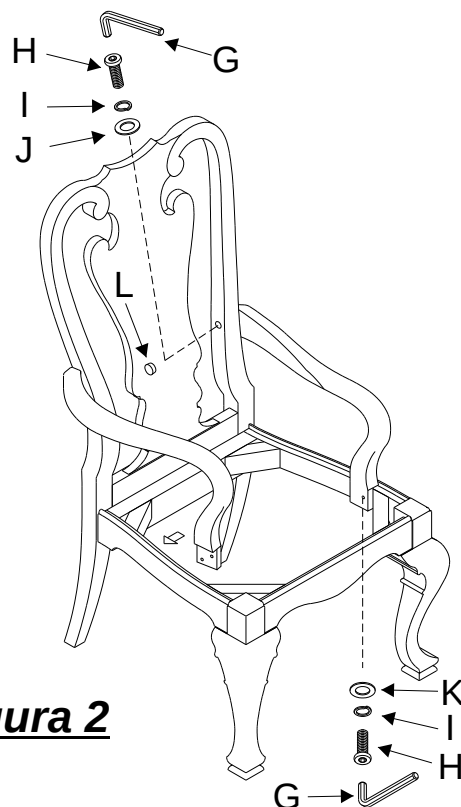

Figura 2
3. Si tienen un sillón, sujetar lo bajo del brazo al **Asiento** con los **Tornillos (H)** antemano equipados con una **Arandela de Parada (I)** y una **Arandela de Parada (J)**. Apretar con el **Jalón Allen (G)**. Véa **Figura 2**.
4. Sujetar lo alto del brazo al **Respaldo** con un **Tornillo (H)** antemano equipado con una **Arandela de Parada (I)** y una **Arandela Plana (J)** por cada uno brazo. Apretar con el **Jalón Allen (G)**. Véa **Figura 2**.